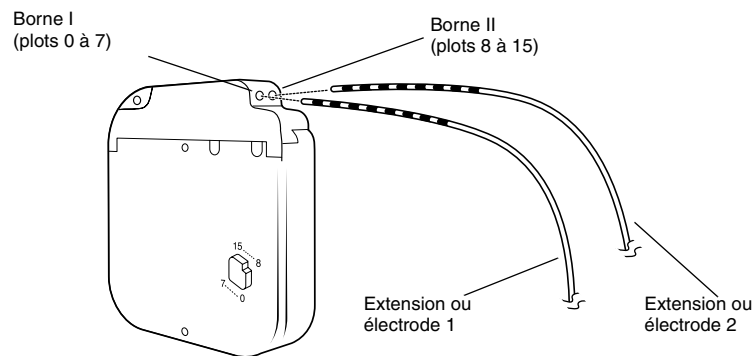

Figure 1. Insérer à fond les broches du connecteur d'extension ou d'électrode dans le neurostimulateur.
3. Insérer les broches appropriées du connecteur d'extension ou d'électrode dans la borne du neurostimulateur ; elles doivent être bien en place dans le bloc connecteur (Figure 1).